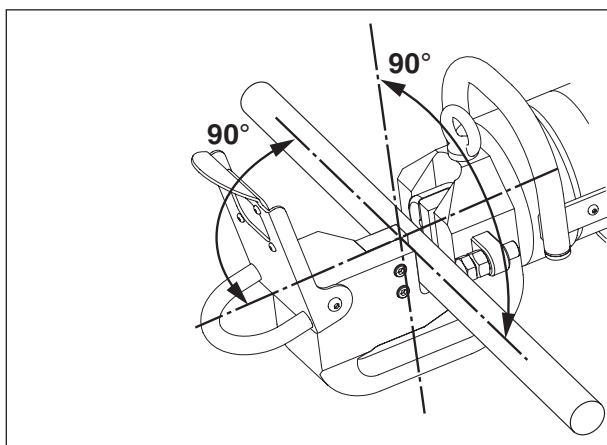

图 9，在切割头中放置切割材料
将切割材料放置在切断机刀片之间，使其与活塞轴垂直，如图 9 所示。这样能确保最佳的切割质量，同时使切断机的负载达到最少。
4. 将切割材料放置在固定刀片和移动刀片之间。确保切割材料与活塞轴垂直，如图 9 所示。如需获取更多信息，请参见第 8.5 节的说明。